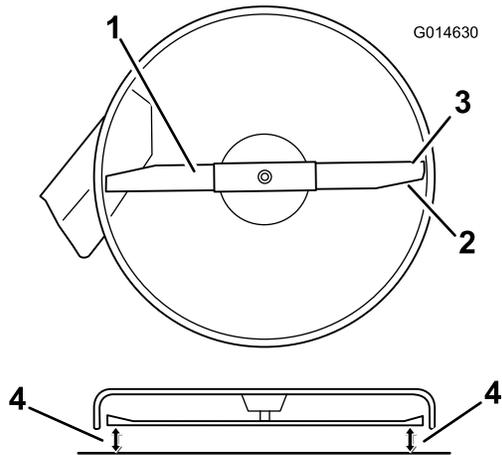
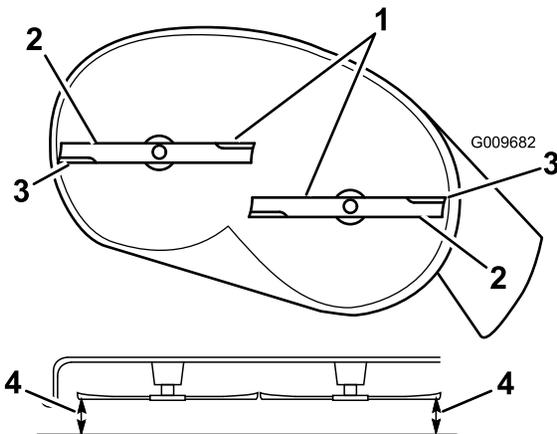

Figura 57
Figura 58
- Rode cuidadosamente a(s) lâmina(s) para que todas estejam alinhadas (Figura 57 e Figura 58).
- Meça entre as extremidades de corte exteriores e a superfície plana (Figura 57 e Figura 58). Se ambas as medições não se encontrarem dentro do intervalo de 5 mm, é necessário um ajuste, continue com este procedimento.